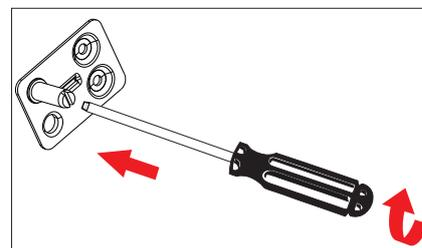

Fig. 7
- ▶ Anbring hængselstappen i modsatte boring (fig. 7), og spænd den med en kærveskruetrækker.